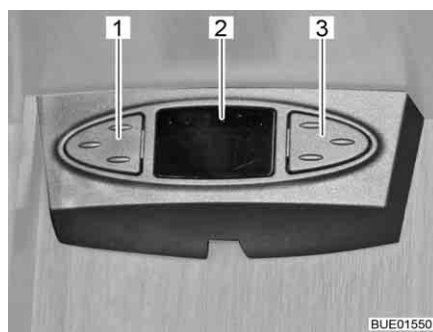

Bild 60 Satellitmus
Beroende på modell är satellitanläggningen försedd med en satellitmus. Satellitmusens indikator (Bild 60,2) visar den inställda kanalen. Via de båda knapparna kan satellitanläggningens grundläggande funktioner styras (sändarbyte, sätta igång/stänga av).
- Välja föregående sändare från sändarlistan: Tryck ner vänster knapp (Bild 60,1).
- Välja nästa sändare från sändarlistan: Tryck ner höger knapp (Bild 60,3).
- Växla mellan radio och tv: Tryck samtidigt kort på knapparna (Bild 60,1 och Bild 60,3).
- Till- och fränkoppling av mottagare: Tryck samtidigt kort på knapparna (Bild 60,1 och Bild 60,3) och håll ner dem.